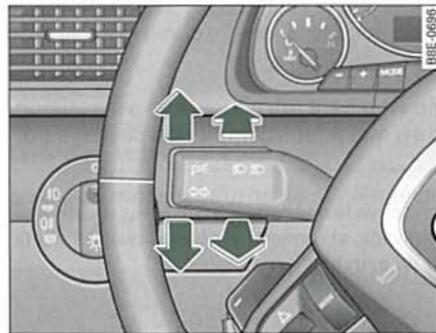

Fig. 70 Palanca de los intermitentes y de la luz de carretera
- Desplace la palanca hacia arriba hasta el tope => fig. 70 para poner el intermitente de la derecha o bien hacia abajo, para el de la izquierda.